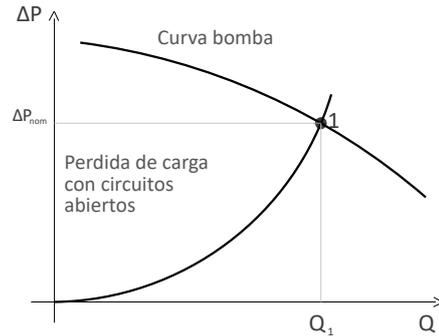

Fig. 1
En la fig. 1 se puede ver la pérdida de carga del circuito totalmente abierto; la intersección con la curva de la bomba identifica el punto de trabajo (1).